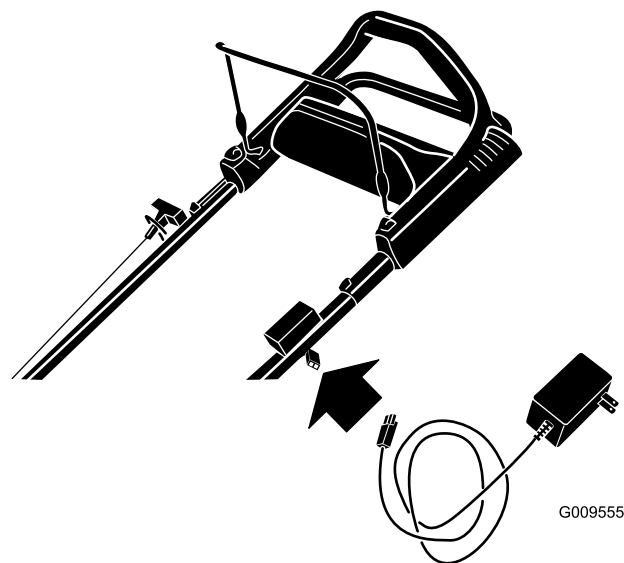

Рисунок 22
1. Подсоедините зарядное устройство к жгуту проводки газонокосилки, расположенному под ключом зажигания (Рисунок 22).